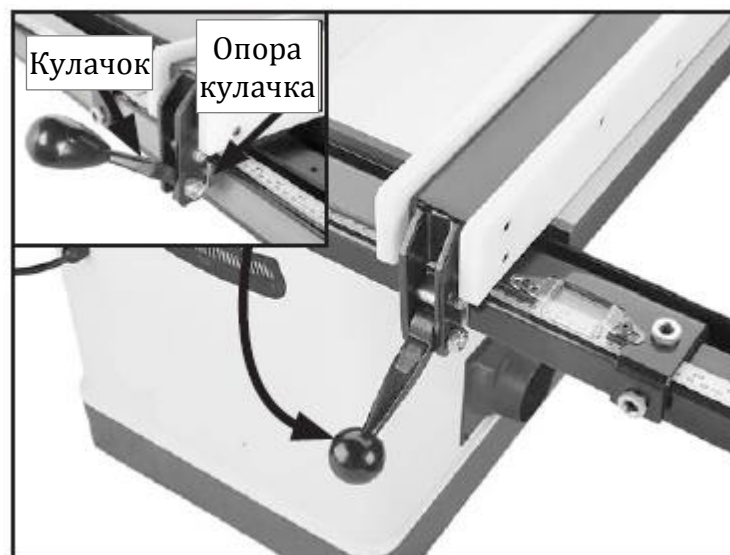

Рис. 18. Параллельный упор, установленный на направляющих
15. Поставить параллельный упор на направляющие (справа от дисковой пилы, рис. 18).